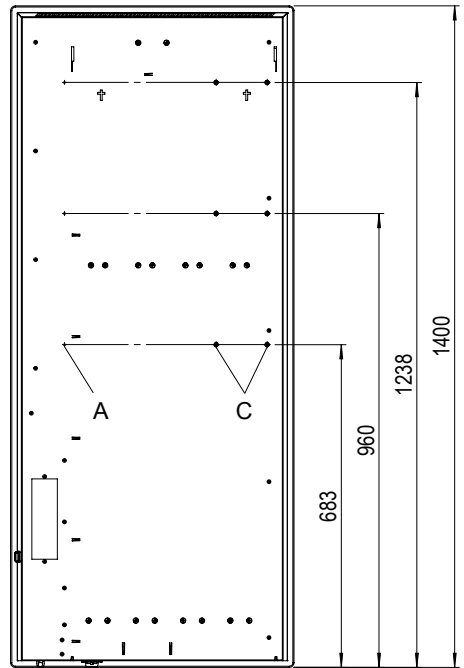

Fig. 2 Geräterückseite Typ 15/338
- U-Schiene mit Abkantung nach oben über die Montagelöcher legen und mit der beiliegenden Blechschraube „A“ befestigen (siehe Fig. 2). U-Schiene dabei so ausrichten, dass die Gewindelöcher „C“ gut zugänglich sind. Die Blechschraube fest anziehen.